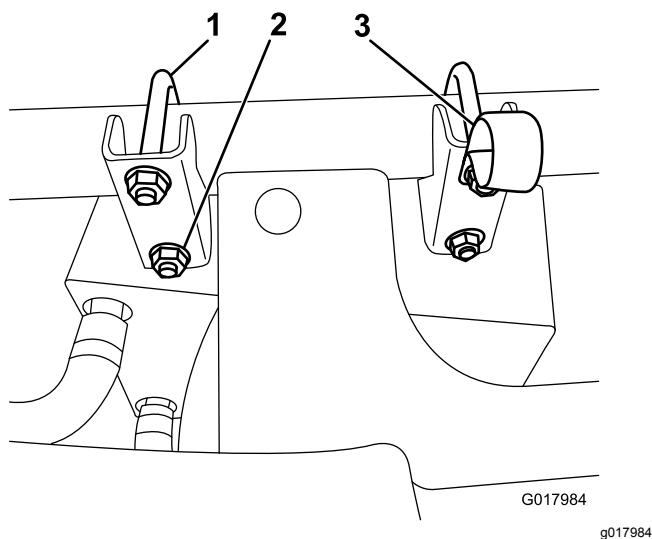

Figura 4
2. Fissate il riscaldatore e il gruppo staffa sul tubo della struttura anteriore utilizzando i bulloni a U e i dadi flangiati (**Figura 4**).
3. Fissate il serratubi a R sotto il dado superiore più vicino al centro della macchina (**Figura 4**).